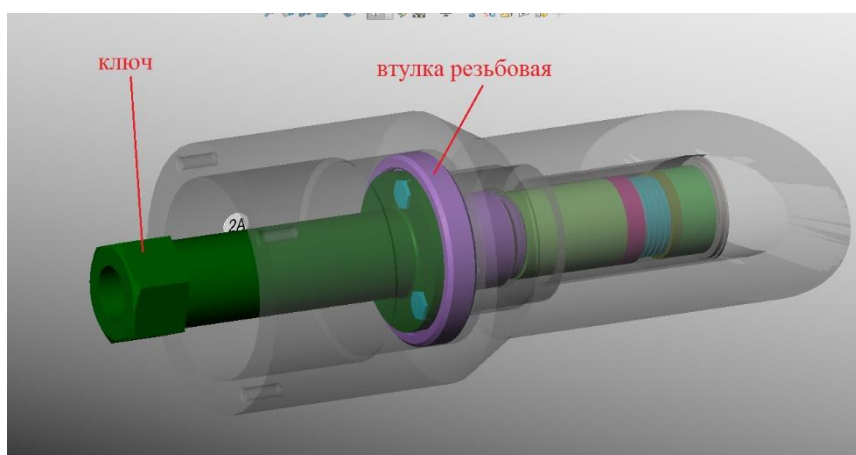

Рисунок 53 – установка втулки резьбовой
4.2.2.22 Посредством ключа завернуть втулку резьбовую с моментом затяжки 20 Н/м. (см. Рисунок 53).